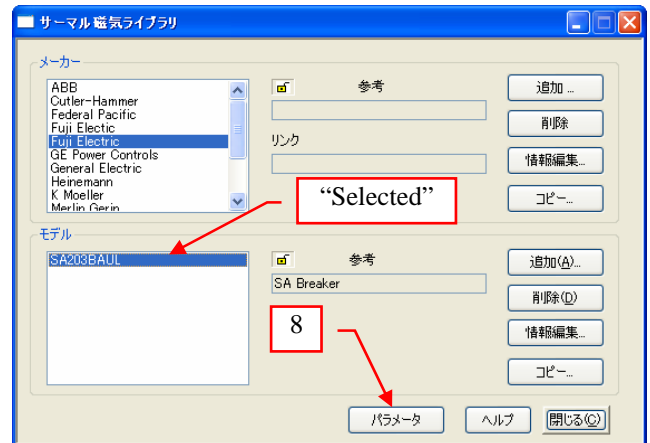

図 18
7. “サーマル磁気ライブラリ” ダイアログボックスの“モデル”のページの“SA203BAUL”を選択し、“パラメータ” ボタンをクリックします。 図 18 参照